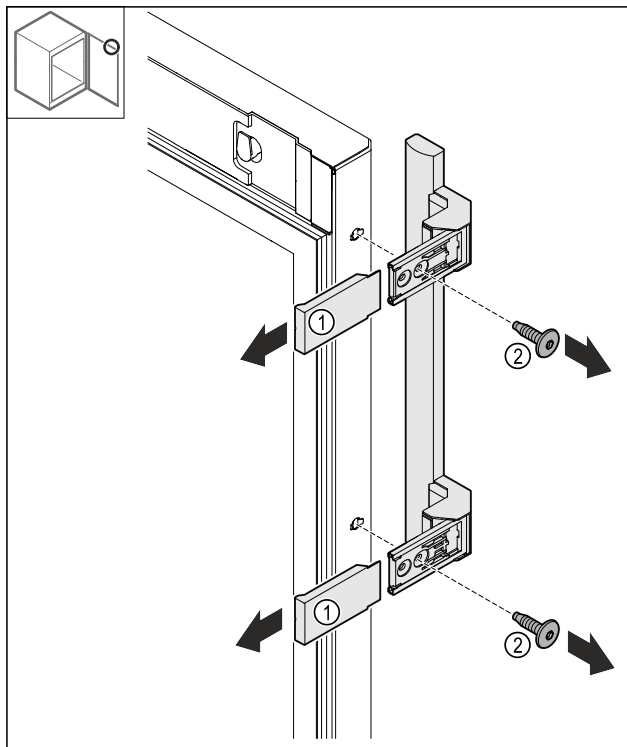

Fig. 24
- Snemite pokrove Fig. 24 (1).
- Odvijte vijake Fig. 24 (2).